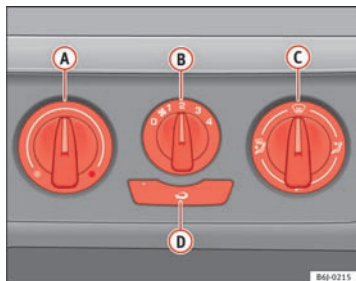

Fig. 92 I instrumentpanelet: betjeningselementer til varmeanlæg
- Drej kontakten til regulering af temperaturen ⇒ Fig. 92 **A** mod venstre.
- Drej kontakten til regulering af temperaturen ⇒ Fig. 92 **A** mod højre, indtil den ønskede varmeydelse er nået.
- Drej kontakten til regulering af temperaturen ⇒ Fig. 92 **A** helt til højre for at opnå den højeste varmeydelse.
- Drej kontakten til regulering af temperaturen ⇒ Fig. 92 (A) ind i varmeområdet.
- Drej blæserkontakten (B) til blæsertrinene 2-3.
- Luk dyserne (3).
- Åbn dyserne (4), og ret dem mod sideruden.